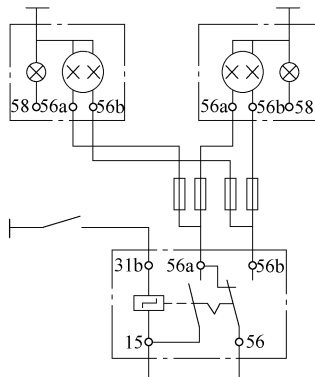

图 4-14
- ① 是为了使近光灯的灯功率提高                      ② 是为了提高近光灯的亮度
③ 是为了产生不对称的近光光束                      ④ 是为了防止灯丝材料蒸发
⑤ 是为了防止蒸发的灯丝材料在玻壳上沉积
- ① 必须注意电压和规定的额定功率, 灯上必须有检验标志
② 只要注意电压和规定的电流强度
③ 只要注意额定功率和规定的电流强度
④ 只要注意灯座和规定的电流强度
⑤ 只要注意标注的电阻值
65. 图 4-14 所示的电路是什么电路?
- ① 带普通近光灯的卤素远光灯电路
② 两个前雾灯和一后雾灯的电路
③ 报警闪光灯和灯光喇叭的电路
④ 带继电器的普通远光灯和近光灯电路
⑤ 挂车制动闪光灯电路
- ① 用继电器比不用继电器开关切换要快
② 用继电器比不用继电器开关切换声音要轻
③ 用了继电器, 小电流就可以控制相当高的工作电流
④ 用了继电器, 耗电更多